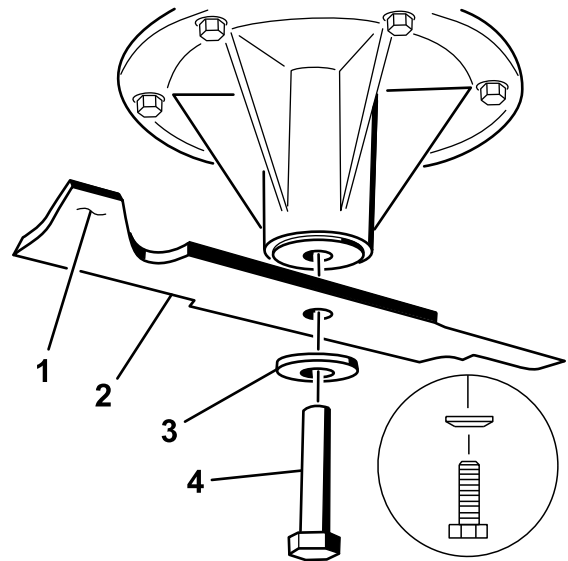

Figura 76
2. Retire del eje el perno de la cuchilla, la arandela curva y la cuchilla (Figura 76).